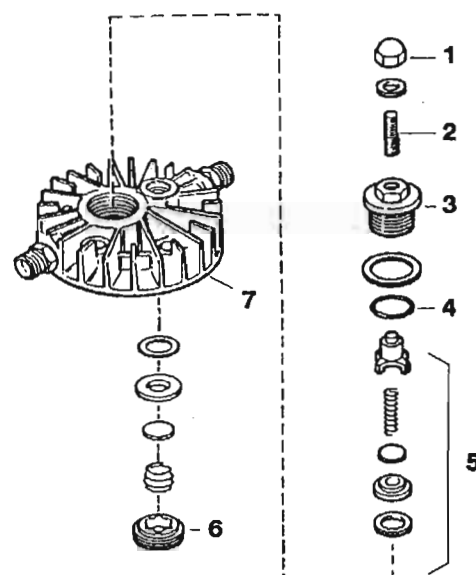

Рис. 37 Клапан 2-ой ступени
- Выверните впускные и нагнетательные линии из головки цилиндра (7, Рис. 37).
- Отверните глухую гайку (1) (Рис. 37).
- Отверните стержень (2) примерно на 5 оборотов.
- Отверните резьбовую нагнетательную втулку (3), выньте детали нагнетательного клапана.